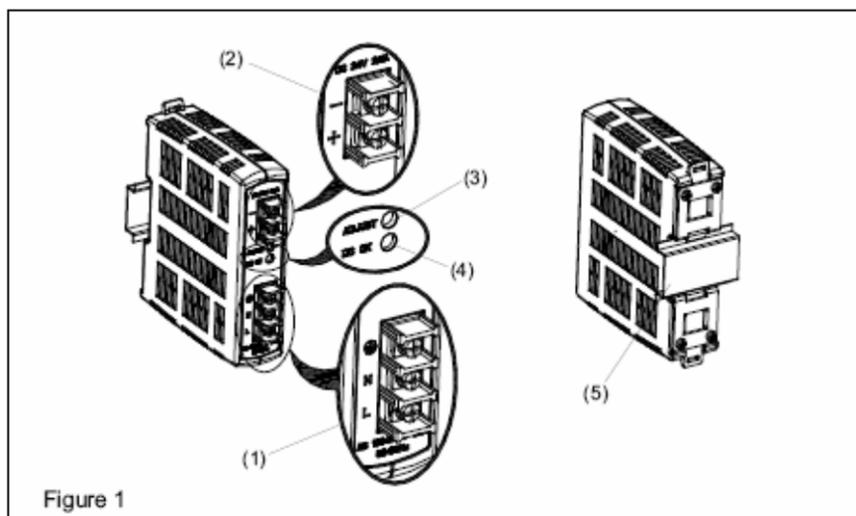

Figure 1
#### 5.1. Подключение напряжения питания (Рис. 1, Рис. 5)
Для подключения напряжения питания 100-240 VAC используются клеммы L, N и PE входного клеммного соединителя (смотрите Рис.1). В 3-х фазных системах питания (например, 3 x 220 В) используйте для подключения две фазы источника напряжения к клеммам L и N. Необходимо также подключение защитного проводника к клемме PE и обеспечить изоляцию между всеми полюсами подключения. Устройство имеет встроенный плавкий предохранитель. Для внешней защиты рекомендуется использовать внешний автоматический выключатель с номинальными токами 6 А, 10 А или 16 А.
**5.2. Подключение к выходным клеммам (позиция 2 на Рис.1)**
Для подключения выходного постоянного напряжения 24 В используются клеммы “+” и “-“ выходного клеммного соединителя. Выходное напряжение может быть отрегулировано встроенным потенциометром в пределах от 22 В до 28 В. Светодиод зеленого свечения индицирует о наличии напряжения на выходе блока питания (позиция 4 Рис.1).
### 2. Описание конструкции устройства (Рис. 1)
### 5.1. Подключение напряжения питания (Рис. 1, Рис. 5)
### 5.2. Подключение к выходным клеммам (позиция 2 на Рис.1)
Для подключения выходного постоянного напряжения 24 В используются клеммы “+” и “-” выходного клеммного соединителя. Выходное напряжение может быть отрегулировано встроенным потенциометром в пределах от 22 В до 28 В. Светодиод зеленого свечения индицирует о наличии напряжения на выходе блока питания (позиция 4 Рис.1). Блок питания имеет встроенные защиты от перегрузки выхода, от короткого замыкания на выходе, от перенапряжения на выходе (ограничение выходного напряжения значением 35 В).